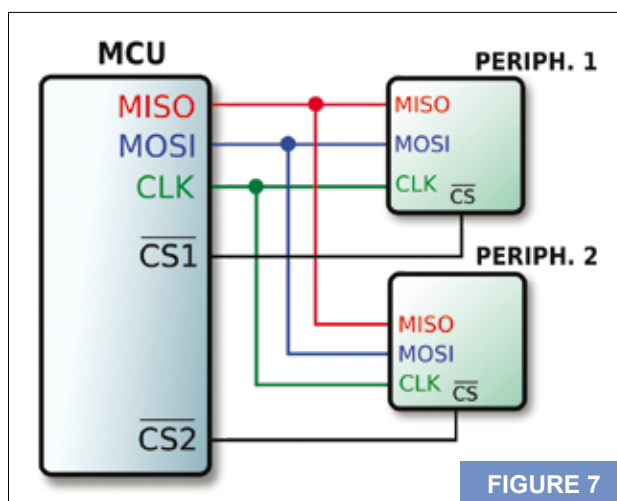

FIGURE 7
L'interface SPI assure une communication bidirectionnelle simultanée entre un composant intégré et un ou plusieurs autres composants. Un contrôleur dirige ainsi un ou plusieurs périphériques afin d'échanger des informations via trois lignes de données communes (MOSI, MISO et CLK) et une ligne de sélection (CS) par périphérique, comme le montre la figure 7. Ce type d'interface est utilisé par exemple par des mémoires de stockage Flash de faible capacité (quelques Mo) utilisant de petites empreintes (SOIC8 ou similaire).